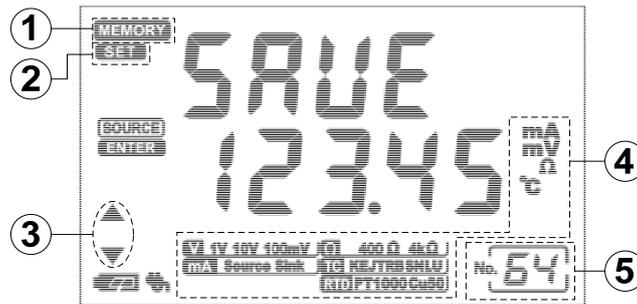

图 5.7 存储常用输出值的显示画面
- (1) 在 **ENTER** 状态下，按 **STORE** 键，仪表切换到存储状态显示，显示内容如【图 5.7】所示。
- (2) 通过按 **▲▼◀▶** 键切换当前存储位置 1~64，位置数字显示在右下角。上下键±1 个位置号，左右键±10 个位置号。